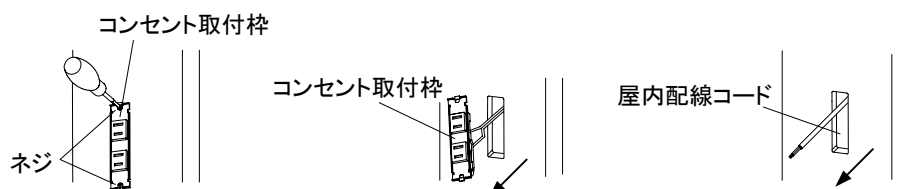

図10-11
②コンセント取付枠のネジをはずし、取付枠を手前に引き出してください。(図10-11,12)